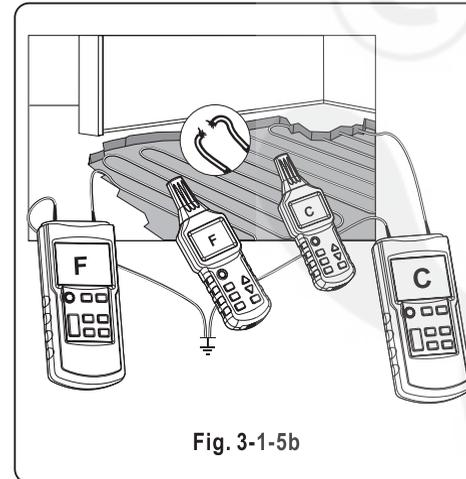

Fig. 3-1-5b
- > Branchez les deux connecteurs (si deux transmetteurs sont utilisés) comme illustré à la Fig. 3-1-5b.